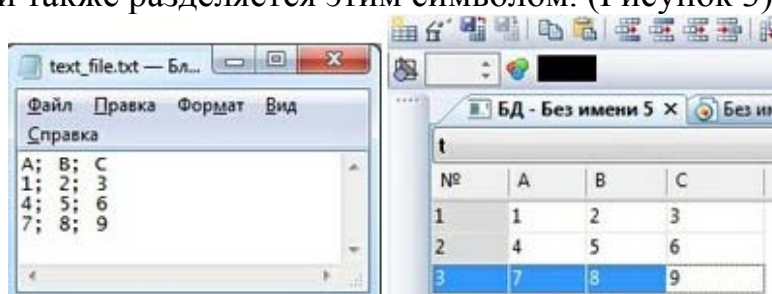

Рисунок 3 – Ячейки базы данных
- последующие строки содержат записи базы данных. Содержимое полей в каждой записи также разделяется этим символом. (Рисунок 3)